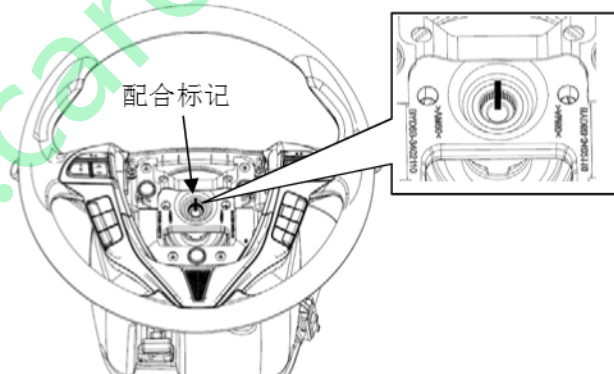

图 4-4
③在转向盘总成和转向管柱总成的转向轴上做好配合标记，如图 4-4所示。
④使用专用工具，拆下转向盘总成。